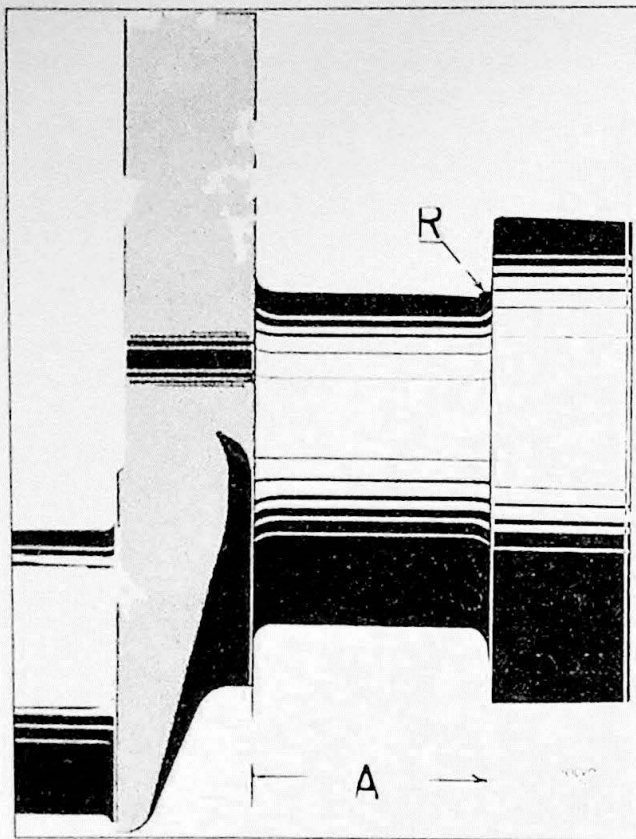

Fig. 2.32. Hoofdlagertap
De radius in de hoeken van de tappen moet 2,0 tot 2,5 mm bedragen voor alle tappen (Fig. 2.32). De breedtemaat (A) voor het hoofdlager is afhankelijk van de maat van de lagers en moet zodanig geslepen worden dat de exact juiste maat wordt verkregen.